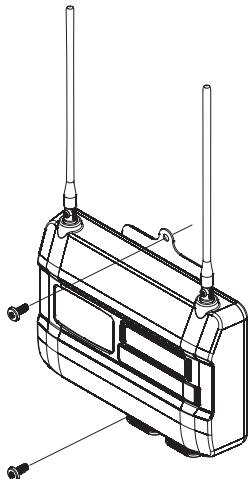

図4
- ① 付属のネジ（プレジャータッピング 4×16）2本で固定します（図4参照）。